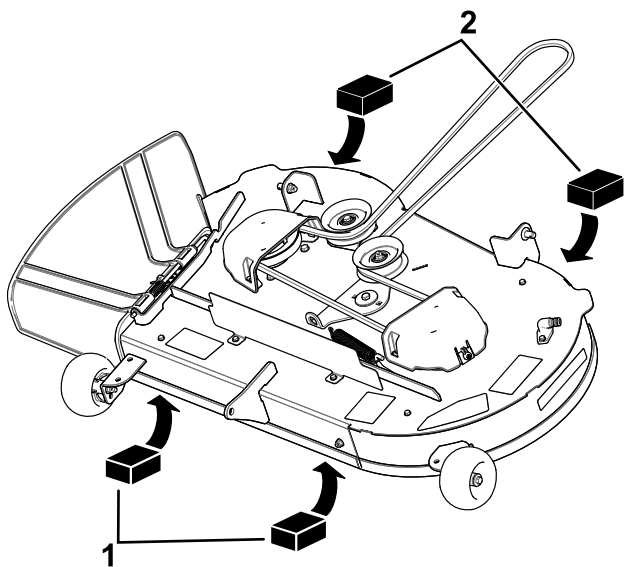
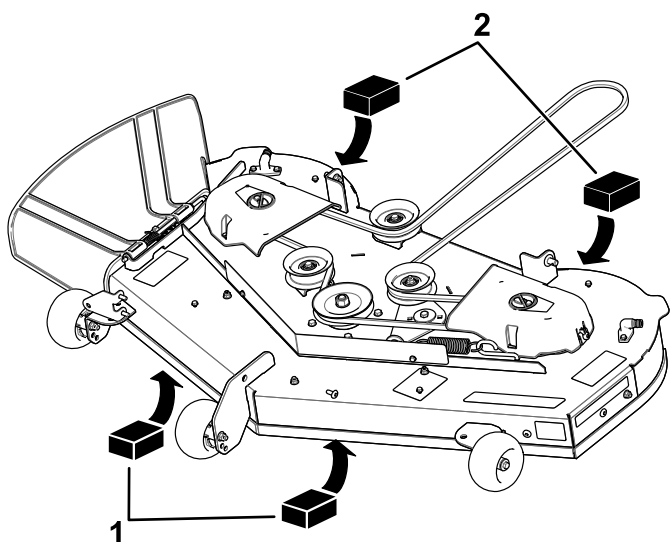

Figura 65
Figura 66
4. Coloque dos bloques de 6.6 cm (2 5/8") de grosor debajo de cada lado del borde delantero de la carcasa, pero no debajo de los soportes de los rodillos protectores del césped (Figura 65 o Figura 66).
5. Coloque dos bloques de 7.3 cm (2 7/8") de grosor debajo del borde trasero del faldón de la carcasa de corte, uno en cada lado de la carcasa de corte (Figura 65 o Figura 66).